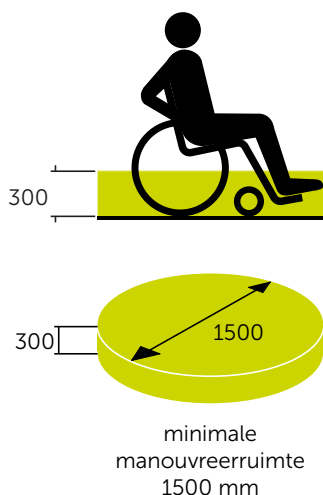

fig 10
- Er is een vrije draaicirkel van $\varnothing 1500$ mm met een hoogte vanaf de grond van 300 mm. Dat is de ruimte die nodig is voor de voeten, die rusten op de voetsteunen van een rolstoel. (fig 10)